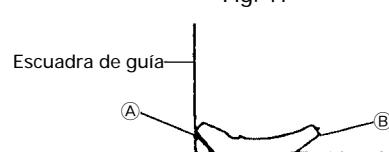

Fig. 43
- ③ Coloque la moldura en el vértice de forma que la superficie superior (A de la Fig. 33) entre en contacto con la escuadra de guía como se indica en la Fig. 43.